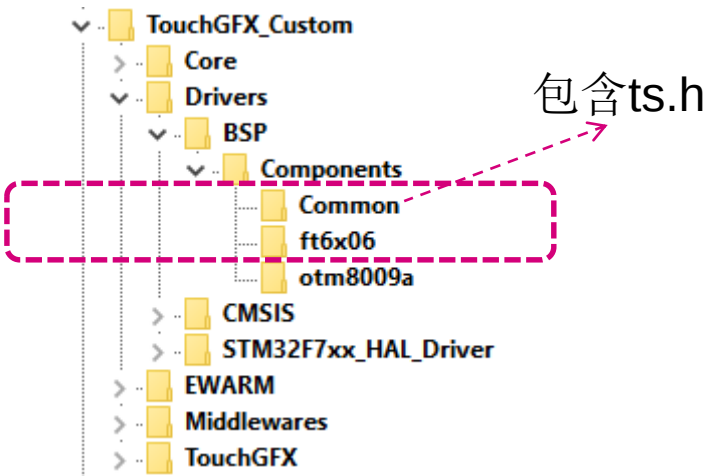

图1
- 首先，将驱动文件ft6x06.c/.h文件复制到工程文件夹，如右图1所示。